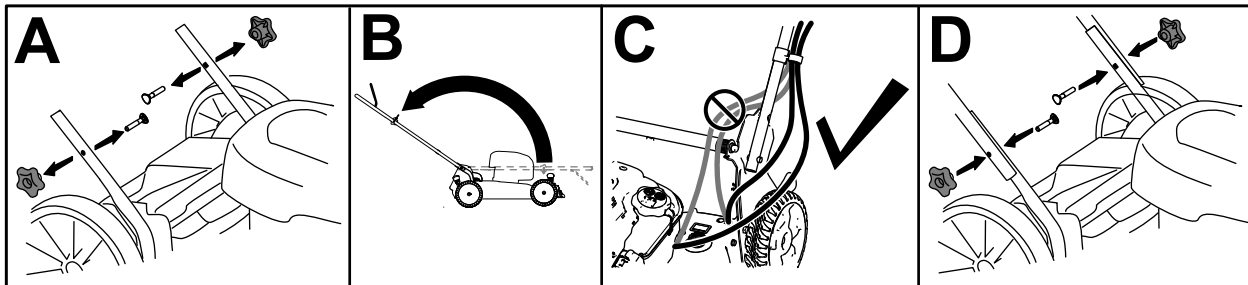

Рисунок 3
1. Снимите ручки рукоятки и соответствующие болты с нижних рукояток (вид А на Рисунок 3).
2. Поместите верхнюю рукоятку на нижние рукоятки и затем разложите рукоятку (вид В на Рисунок 3).
3. Убедитесь в том, что кабели проведены снаружи рукоятки (вид С на Рисунок 3).
4. Установите ручки рукоятки вместе с помощью соответствующих болтов и надежно затяните их от руки (вид D на Рисунок 3).